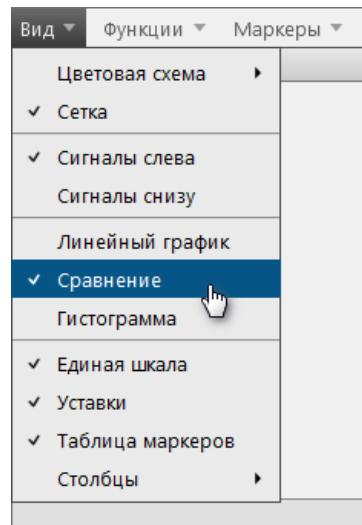

Рисунок 105 - Включить режим «Сравнение»
2. В открывшемся окне выберите **Вид → Сравнение** (Рисунок 105).